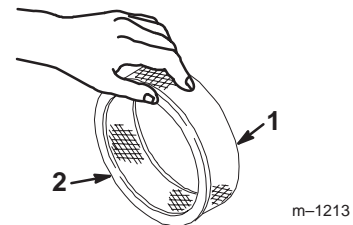

Figure 31
5. Tapotez doucement l'élément en papier sur une surface plane pour faire tomber la poussière et la saleté (Fig. 31).